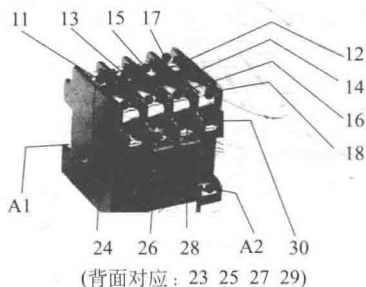
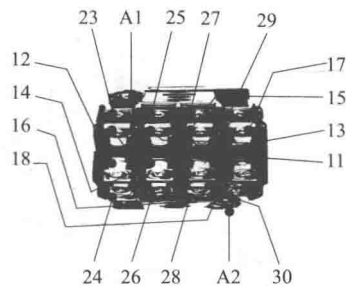

图 1-17 中间继电器 KA 实物接点编号 (一)
图 1-18 中间继电器 KA 实物接点编号 (二)
- ① 中间继电器 KA 实物接点编号如图 1-17、图 1-18 所示。